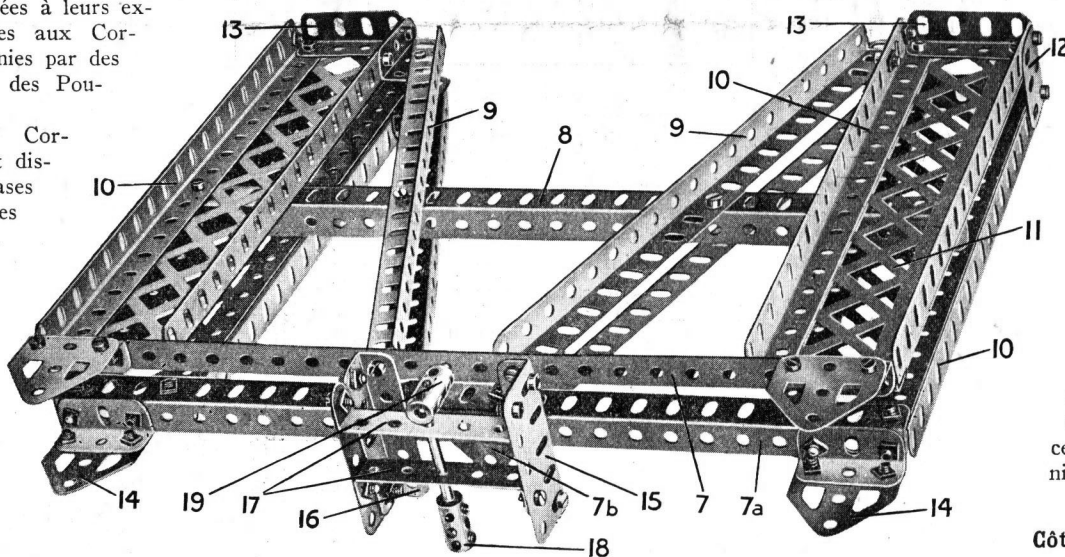

Fig. 3
La Fig. 3 nous montre un des côtés de la grue avant qu'il soit incorporé dans le modèle. Les deux piliers verticaux sont rattachés à leurs extrémités inférieures par deux Cornières de 25 trous (7, 7a), un peu plus haut par la traverse (8) (une autre Cornière de 25 trous) et sont également supportés par les étais (9) (4 Cornières de 19 trous). Chacun de ces piliers se compose de 4 Cornières de 19 trous (10) boulonnées à leurs extrémités inférieures aux Cornières (7, 7a), réunies par des Longrines (11) et des Poutrelles Plates (12).